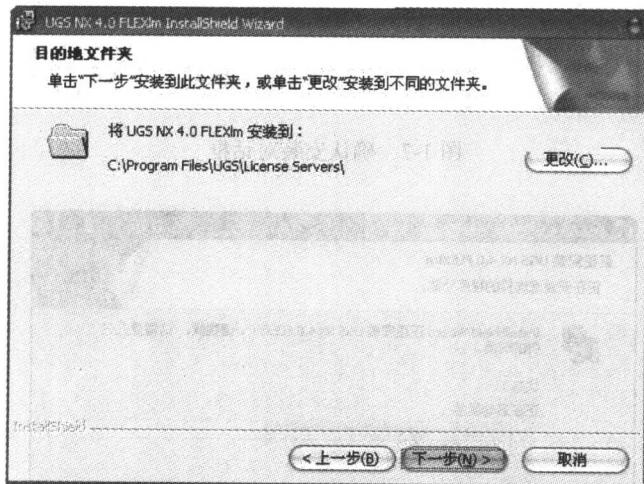
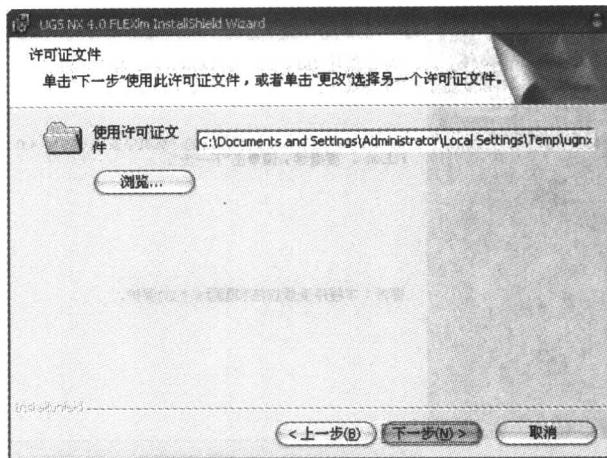

图 1-5 指定安装路径
图 1-6 指定许可证文件路径
- 如图 1-5 所示, 指定 Install License Server 的安装路径, 如果需要更改路径, 单击【更改】选项, 指定安装路径, 然后单击【下一步】按钮, 弹出如图 1-6 所示的对话框, 指定许可证文件路径, 在设置完成后, 单击【下一步】按钮。